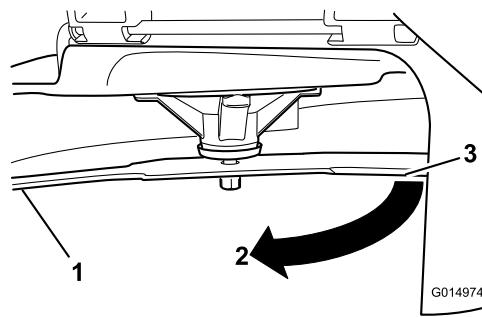

Figure 91
4. Tournez la même lame de 180 degrés pour amener l'autre tranchant à la même position (Figure 91).